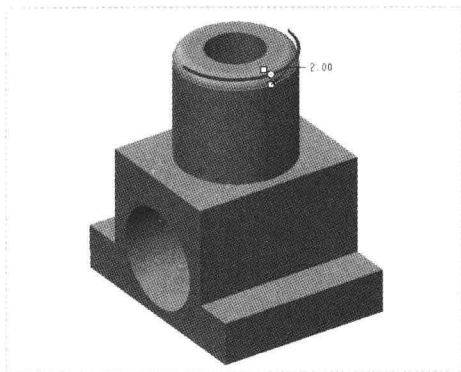

图 16-11 选择倒圆角边 1
Step 01 在“模型”选项卡中，单击“工程”面板中的“倒圆角”按钮，弹出“倒圆角”选项卡，设置圆角半径为 2，在绘图区选择合适的倒圆角边线，如图 16-11 所示。